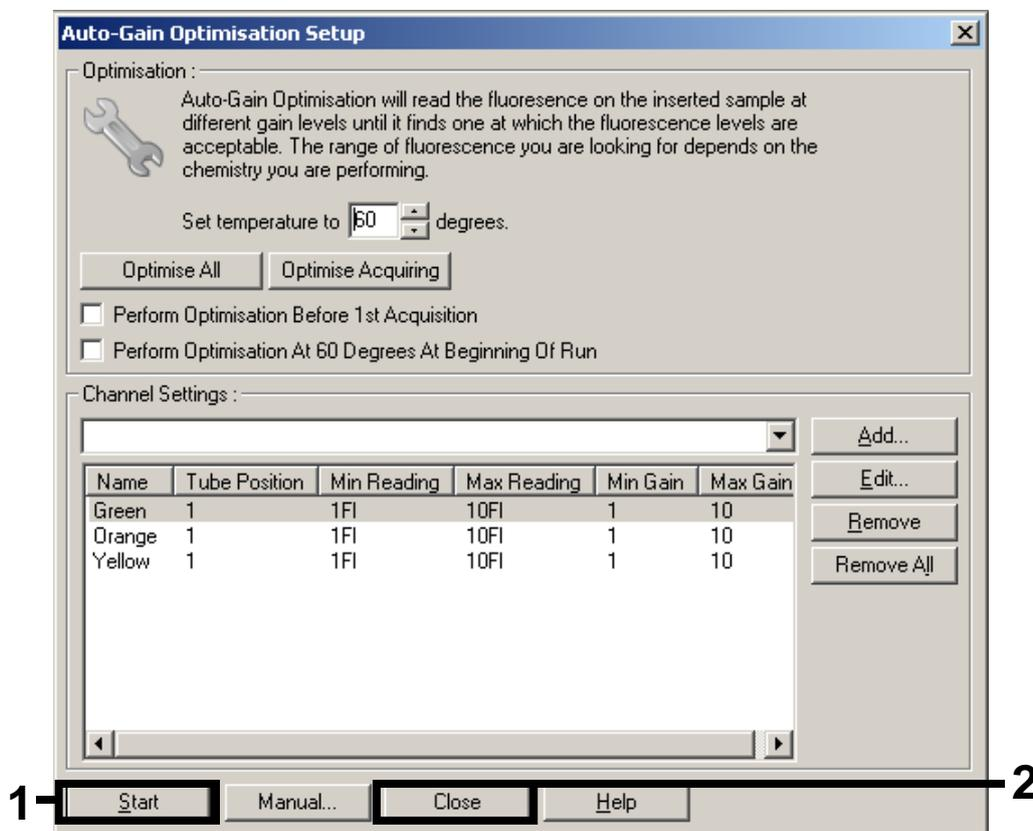

Figure 8. Optimisation du gain.
10. Cliquer sur le bouton « Start » (Démarrer) pour démarrer l'optimisation du gain. Une fois l'optimisation du gain terminée, cliquer sur « Close » (Fermer) pour revenir sur l'assistant de lancement de cycle (Figure 8).